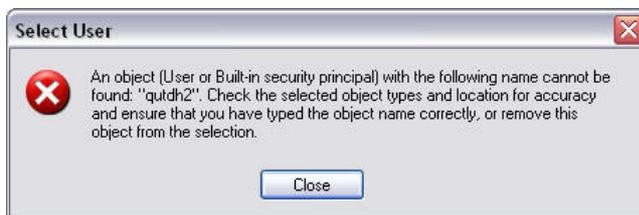

Fig. 61
- j. Se il computer non riesce a trovare il nome utente, sarà visualizzato il messaggio di errore illustrato nella Fig. 61. Verificare la precisione dei tipi di oggetti selezionati e la posizione, e tentare di immettere nuovamente il nome utente. Se è restituito ancora un messaggio di errore, contattare il responsabile IT per ricevere assistenza.